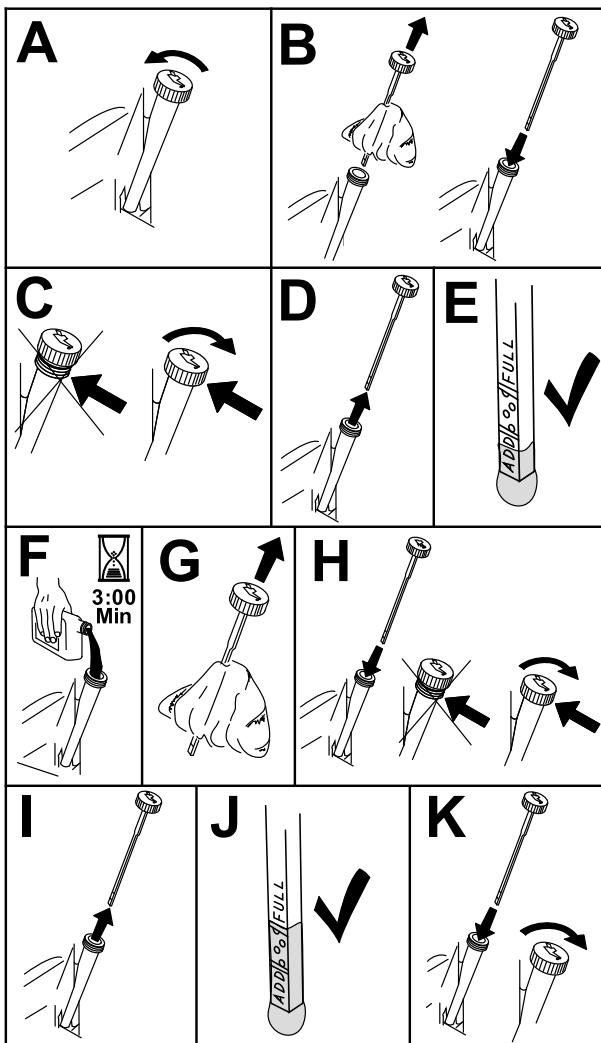

Figura 42
- Para que no entre suciedad, recortes de hierba, etc., en el motor, limpie la zona alrededor del tapón de llenado/varilla de aceite antes de retirarlo (Figura 42).